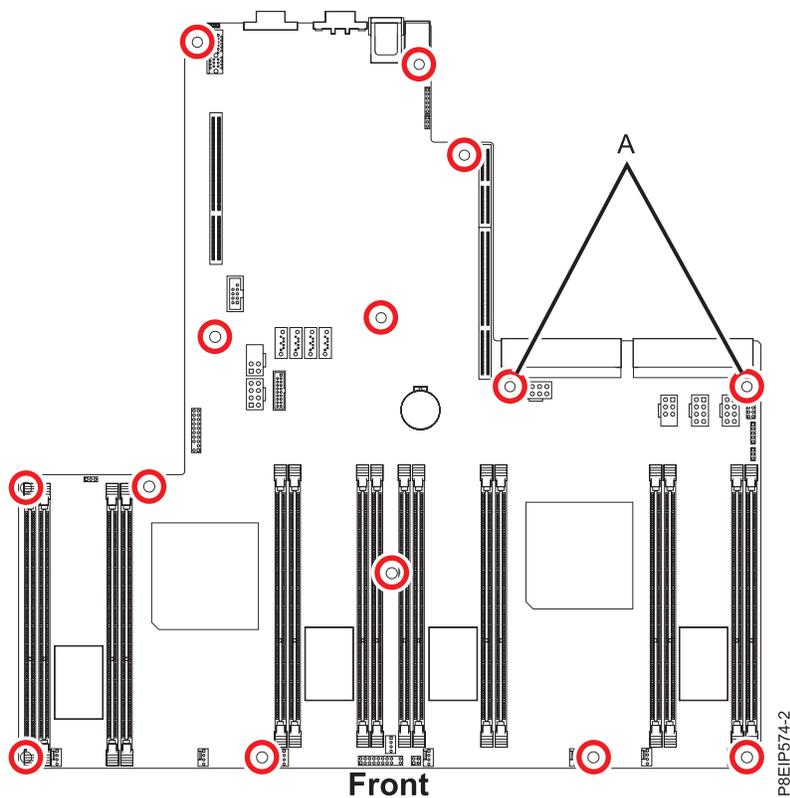

Figura 32. Locais dos parafusos. Os dois parafusos em (A) são da cor preta e ligeiramente mais compridos.
11. Remova os 14 parafusos do painel traseiro do sistema. Os locais dos parafusos são mostrados na Figura 32 na página 35.